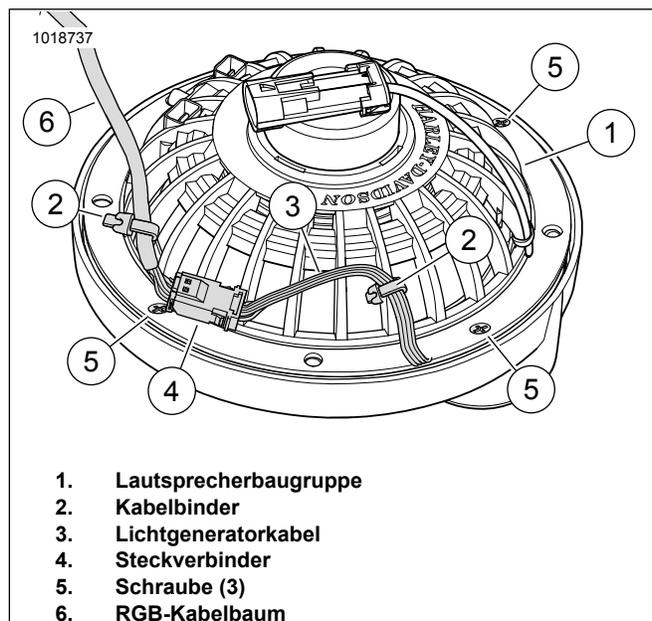

Abbildung 15. Lautsprecherrückseite, Kabel und Kabelbinder
9. Das Kabel (4) am Hochtönerbrückenschenkel entlangführen. Das im Satz mitgelieferte Klebeband auf die erforderliche Länge abschneiden und das Kabel damit hinter der Hochtönerbrücke befestigen.
10. Siehe Abbildung 15. Hochtönerbaugruppe und Lautsprecher (1) vorsichtig zusammensetzen. Löcher für die Schrauben (5) ausrichten.
- a. Steckverbinder (4) des Lichtgenerators (3) mit dem RGB-Kabelbaum (6) verbinden.
- b. Das Lichtgeneratorkabel (3) wie dargestellt an der Rückseite des Lautsprechers (1) entlangführen. Um den Steckverbinder (4) zu stabilisieren, das Lichtgeneratorkabel (3) und den RGB-Kabelbaum (6) wie dargestellt mit Kabelbindern (2) befestigen.